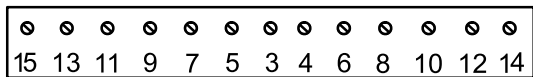

图24
- 6. 按照图24 中的顺序依次上紧螺丝扭矩至 25.4N·m。